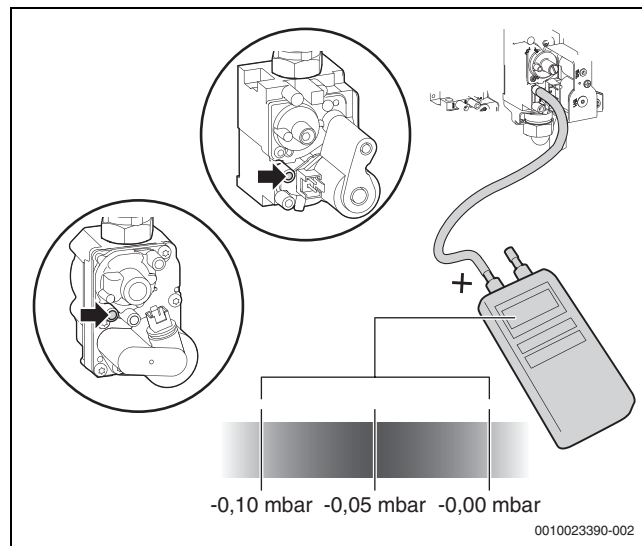

Bild 45 Differenzdruck messen
- Differenzdruck des Gasventils messen (→ Bild 45). Der optimale Differenzdruck beträgt –0,05 mbar.